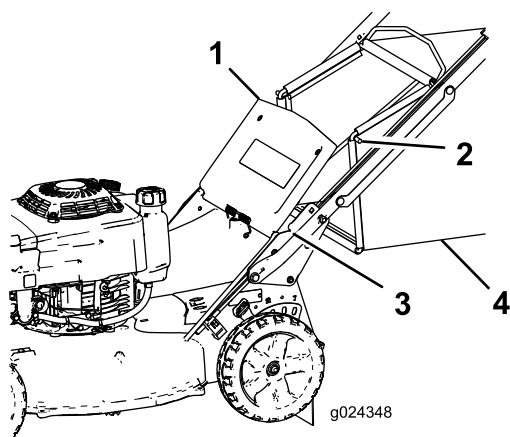

Figura 18
2. Levante y sujete el deflector trasero (Figura 18).
que los extremos de la varilla están asentados en el fondo de cada muesca (Figura 18).
3. Retire la varilla de la bolsa de recogida de las muescas de la base del manillar (Figura 18).